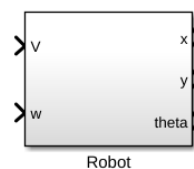

Figura 1. Bloque Robot
En Simulink, el robot se representará mediante un bloque (ver Figura 1) cuyas entradas son las velocidades (angular y lineal) y las salidas son el valor de posición y orientación del robot:
2. Una vez completado el apartado anterior, cree el subsistema mostrado en la Figura 1 y simule su funcionamiento con velocidad lineal y angular constante creando el sistema mostrado en la Figura